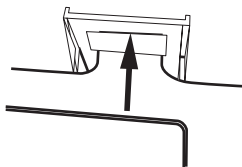

Рис.5
2. Замена картриджа затемнения (см. рис. 5)